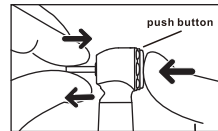

Fig. 6
- 1) Sæt boret i, indtil det passer korrekt på plads (fig.6).